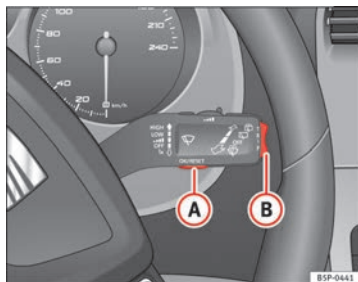
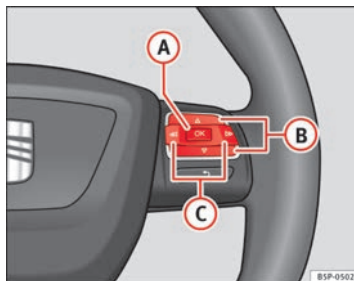

Fig. 45 Levier d'essuie-glace : la touche A sert à confirmer les options du menu et la commande à bascule B permet de changer de menu
Fig. 46 Commandes au volant : la touche A sert à confirmer les options du menu et la touche B permet de changer de menu
- Pour accéder au menu « Configuration », appuyez sur la touche **(C)** ⇒ fig. 46 jusqu'à ce qu'il apparaisse à l'écran. Vous vous trouvez maintenant dans ce menu.
- Pour passer d'une mémoire à l'autre, appuyez brièvement sur la touche **[A]** ⇒ fig. 45 ⇒ page 71 du levier d'essuie-glace ou sur la touche **[OK]** du volant multifonction ⇒ fig. 46 ⇒ page 71 lorsque vous avez mis le contact.
Vous pouvez consulter sur l'indicateur multifonction les données suivantes en actionnant la commande à bascule **[B]** ⇒ fig. 45 ⇒ page 71 du levier d'essuie-glace ou en appuyant sur la touche **[Δ]** ou **[▽]** ⇒ fig. 46 du volant multifonction*.
- Appuyez sur la touche  ou  du volant multifonction* ⇒ fig. 46 jusqu'à ce qu'apparaisse le menu **État du véhicule**.